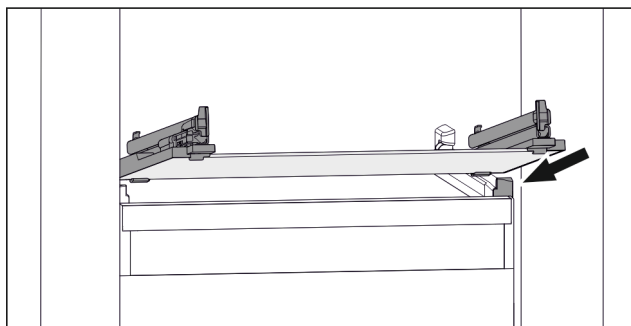

Fig. 51 Reprezentare exemplificativă a plăcii de sticlă
- Așezați placa de sticlă oblic în spatele opritoarelor. (vezi Fig. 51)